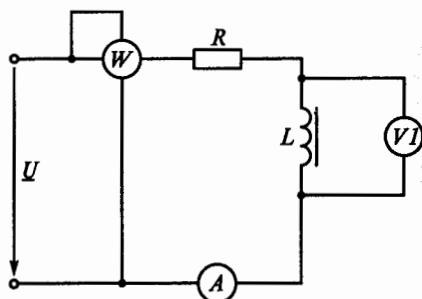

Рис. 122
**3.89.** Как изменятся показания приборов на рис. 122, если из катушки удалить ферромагнитный сердечник? (Указать неправильный ответ.)